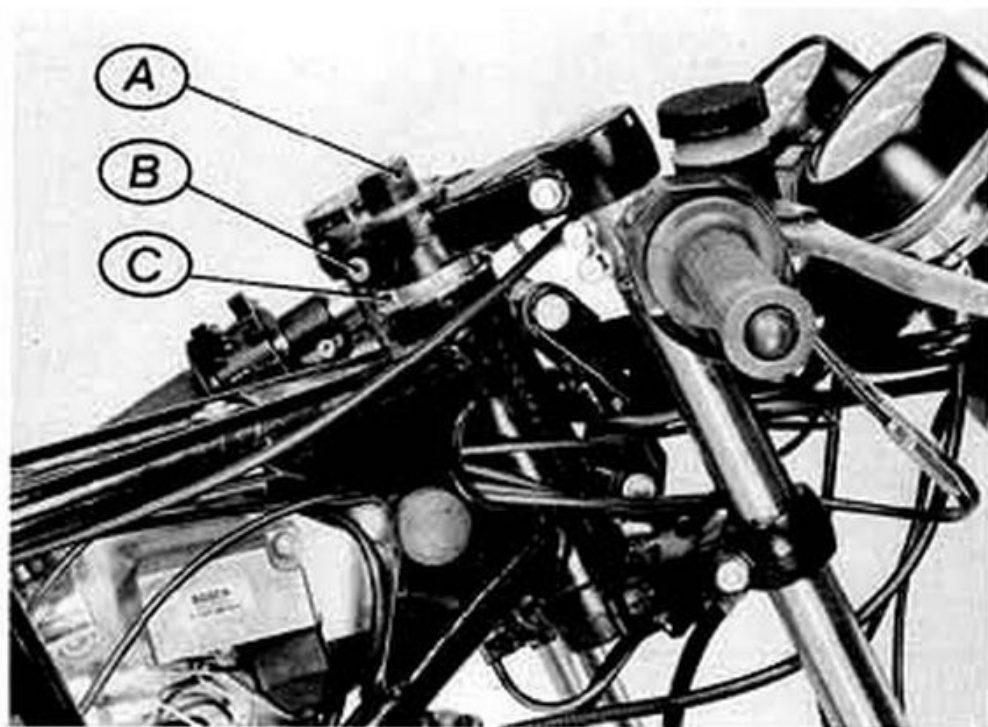

Fig. 125
Rimuovere la ghiera (C) e sfilare dal cannotto il perno di sterzo completo di crocera inferiore (fig. 125).
Remove the ring nut (C) and slide the steering stem complete with lower yoke off the frame head (fig. 125).